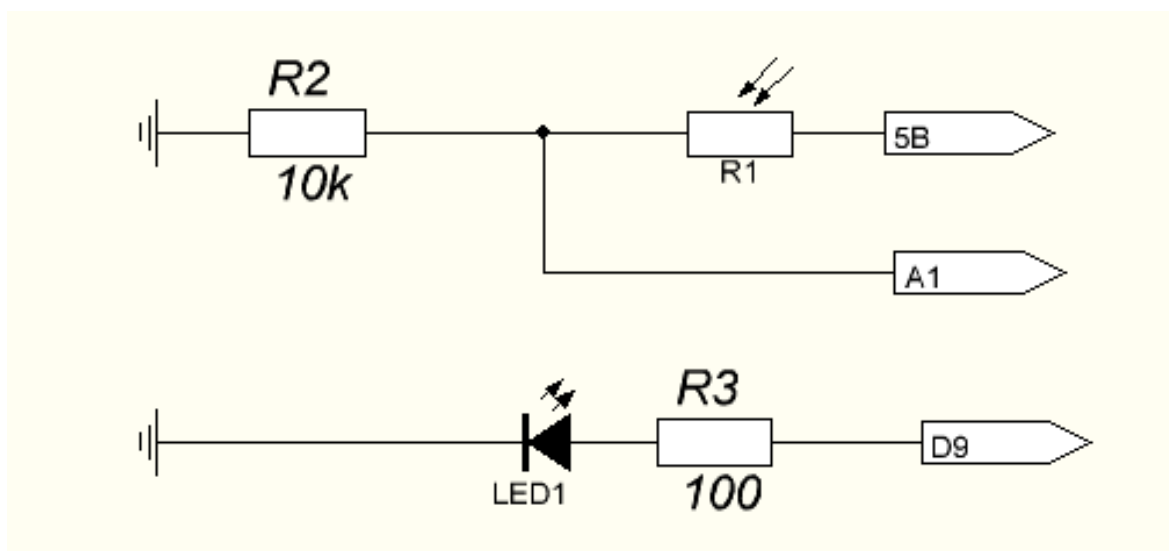

Рис. 11.3. Схема до завдання
Для цього необхідно зібрати схему наведену на рис. 11.3. У якості світлочутливого елемента будемо використовувати фоторезистори, а схему підключення до МК будемо реалізовувати за схемою дільника напруги.
Використовуючи рис. 11.3, зібрати схему, замінивши фоторезистор R1 на термістор. До цифрової ніжки D9, замість світлодіода, підключити мікропотужний двигун. Термістор і двигун буде надано викладачем.
4. Зібрати схему, приведену на рис. 11.3, та створити код скетчу за завданням із пп. 11.3.2.